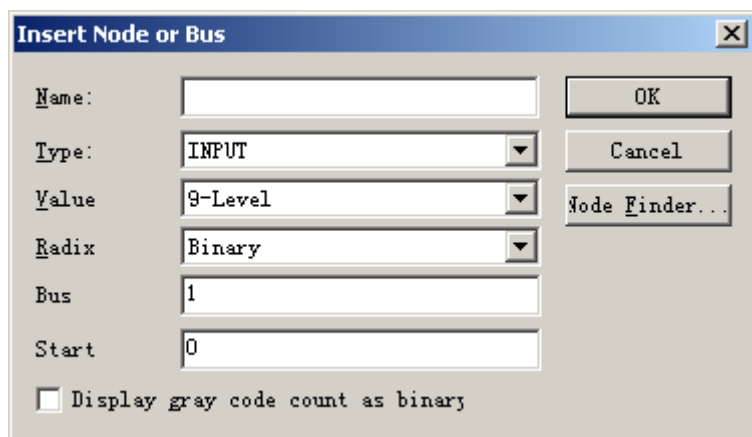
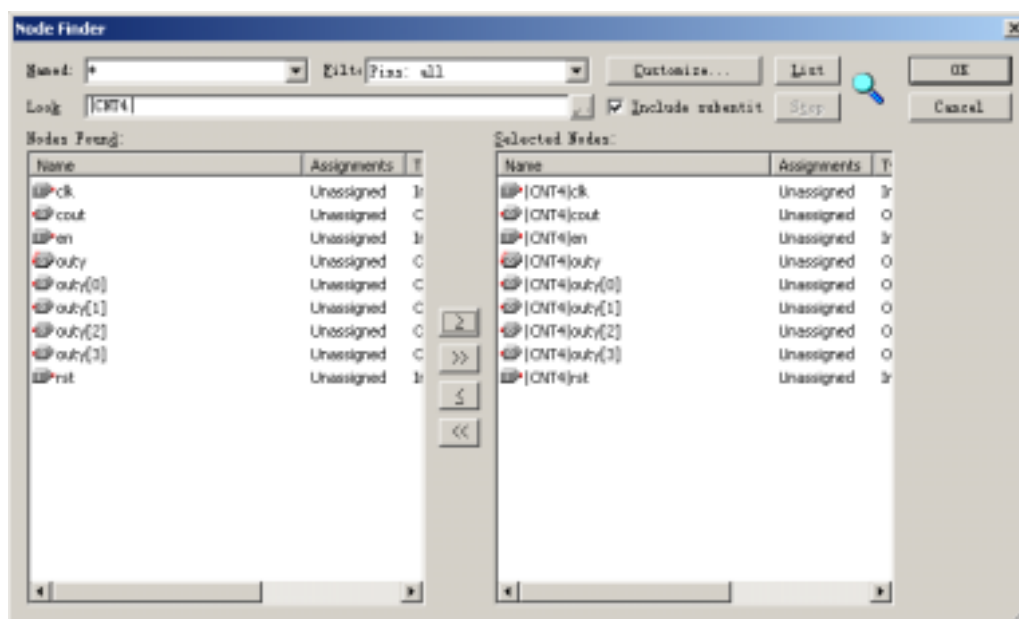
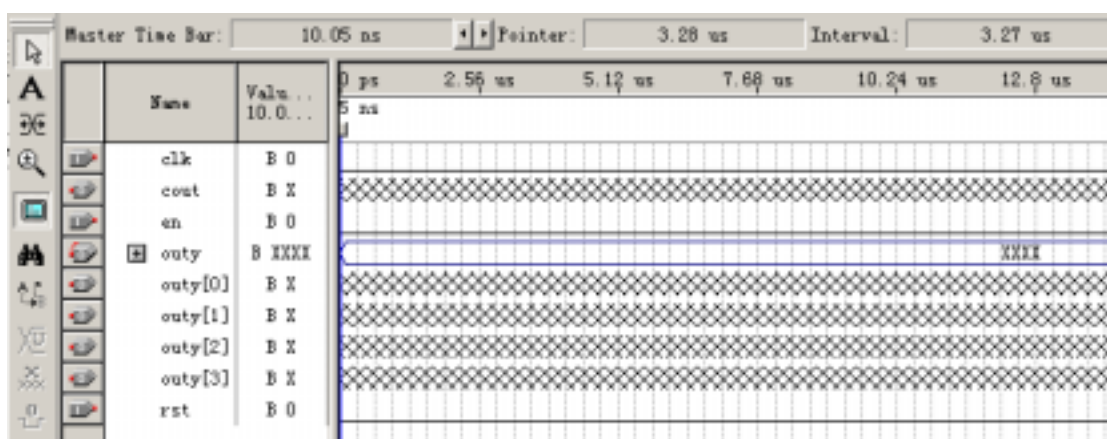
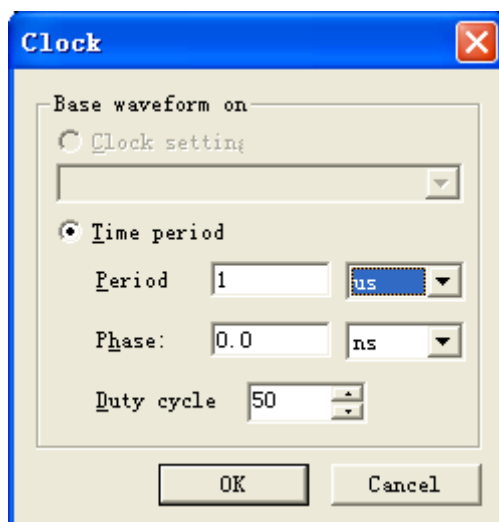

图 2-16 插入节点
图 2-17 选择节点
图 2-18 插入了信号节点的波形编辑器
图 2-19 设置时钟波形
(3) 保存波形文件。选择 File 中的 Save As，将名为 cnt4.vwf（默认名）的波形文件存入文件夹 D:\CNT 中。
(4) 输入信号节点。将计数器的端口信号选入波形编辑器中，方法是首先选 Edit 菜单中的 Insert Node Or Bus...选项(如图 2-16)，然后单击 Node Finder...按钮，在图 2-17 的 Filter 框中选 Pins：all，然后单击 List，则在下方的 Nodes Found 窗口出现 Cnt4 工程的所有引脚名（如果此对话框中的 List 不显示，需要重新编译一次，然后再重复以上操作过程）。选择要插入的节点，可以按 “ ”、“ ” 逐个添加或删除节点，也可以按 “>>”、“<<” 添加或删除所有节点，选择完毕后按 “OK”。点击波形窗口左侧的全屏显示按钮 ()，使波形全屏显示，然后按放大缩小按钮 ()，使仿真坐标处于适当位置（图 2-18）。
(5) 编辑输入波形(输入激励信号)。点击图 2-18 中的时钟信号名 clk, 使之变成蓝色, 再点击左侧的时钟设置键 () , 在 Clock 窗口中设置 clk 的周期为 1 μ s (如图 2-19)。图中的 Duty Cycle 是占空比, 可以选 50, 即占空比为 50% 的方波。点击 en 和 rst 设置其波形, 可以通过  和  直接将信号设为“0”或“1”, 也可以按住鼠标左键在波形编辑区拖动选择某一段波形, 将其值设为“0”或“1”。对于总线数据, 可以通过  设置其波形。